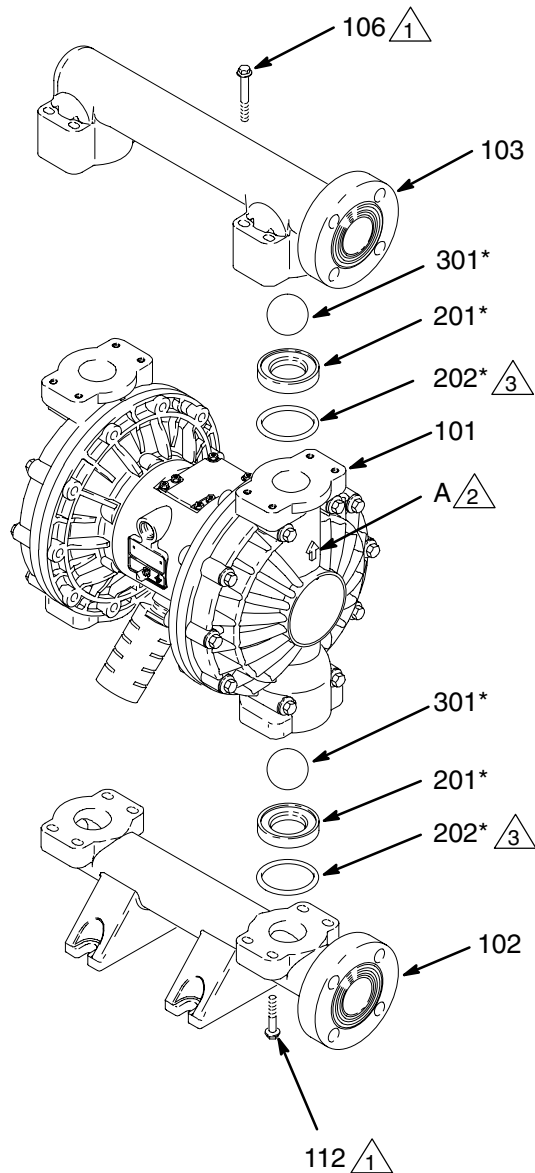

Fig. 11
3. Maak de acht bouten (106) los met een inbussleutel van 10 mm, en houd daarbij het spuitstuk (103) op de vloeistofdeksels (101) gedrukt. Zie Fig. 11.
4. Verwijder de zittingen (201), kogels (301) en de O-ringen (202) van het spuitstuk.
2. Steek alles terug in elkaar in omgekeerde volgorde, waarbij u alle opmerkingen in Fig. 11 opvolgt. Zorg ervoor dat de kogelkleppen **exact** gemonteerd worden zoals afgebeeld. De pijlen (A) op de vloeistofdeksels (101) **moeten** naar het uitlaatspruitstuk (103) wijzen.
- 2 ⚠ De pijl (A) moet naar uitlaatspruitstuk (103) wijzen.